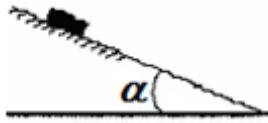

Рисунок 1
- По наклонной плоскости из состояния покоя начинает скользить тело массой  $m = 1$  кг (рисунок 1). Коэффициент трения скольжения  $f = 0,1$ . Определить закон движения точки, если угол  $\alpha = 30^\circ$ .